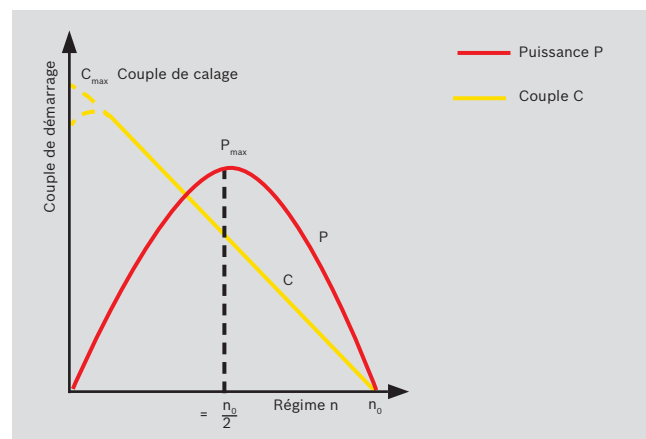

Fig. 1 Caractéristiques d'un moteur pneumatique
- ▶ Le moteur pneumatique offre toujours le couple idéal, quelle que soit l'application. Lorsque le moteur est davantage sollicité et que la vitesse de rotation diminue, le couple augmente jusqu'à atteindre une valeur maximum lors de l'arrêt complet (fig. 1) ; cette caractéristique est par exemple exploitée pour les visseuses.